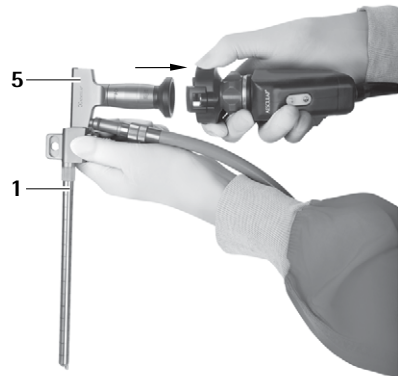
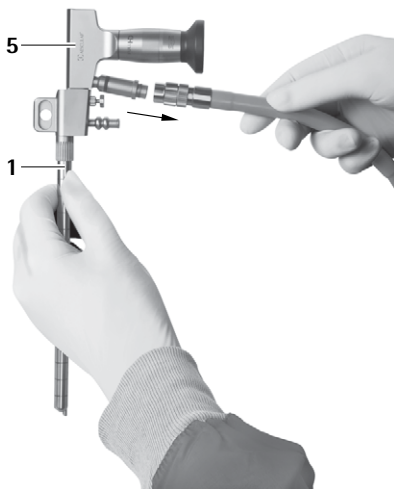

Abb. 6
Abb. 7
- Kamera und Lichtkabel von Endoskop 5 lösen, siehe Abb. 6 und siehe Abb. 7.